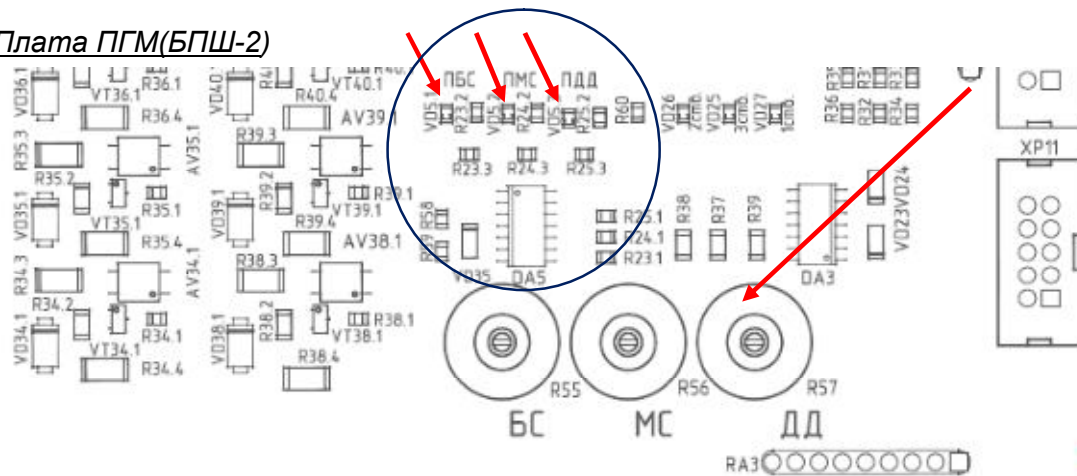

рис.7
Настройку порога чувствительности для контроля перегрузки по току двигателя дверей следует выполнить согласно методики с помощью потенциометра R57, схема ХК327.33.10 ЭЗ, лист 2) см. рис.7
3. Проверить схему контроля перегрузки по току (ХК327.33.10 ЭЗ, лист 2) см. рис. 7